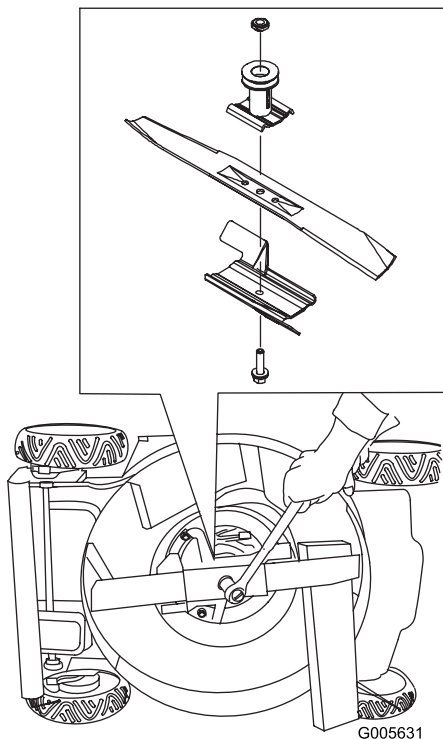

Bild 35
3. Stabilisieren Sie das Messer mit einem Holzblock (Bild 35).
5. Setzen Sie das neue Messer und alle Schrauben auf (Bild 35).